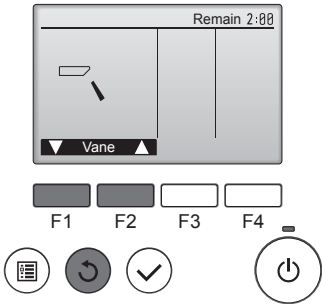

Fig. 7-6
- ① Vérifiez le volet automatique à l'aide des boutons [F1] [F2]. (Fig. 7-6)
- ② Appuyez sur le bouton ☺ pour revenir à l'écran "Test run" (Test fonctions).
- ③ Appuyez sur le bouton ⏻.